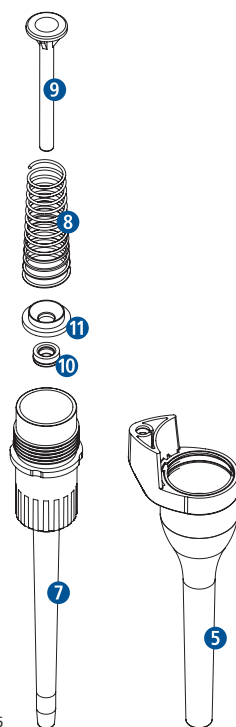

Fig. 5
- Retire el muelle 8 y el émbolo 9 (Fig. 5).
- Saque el aro de apoyo 11 (sólo modelos de 100 µl, 200 µl y 1000 µl) (Fig. 5).